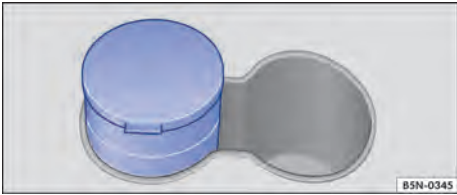

Fig. 96 No porta-copos do console central: cinzeiro.
- Para *abrir* levantar a tampa do cinzeiro ⇒ Fig. 96 .